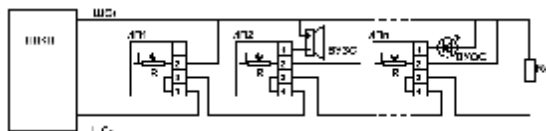

Рис. 1
6.4 Схема подключения извещателей к ППКП показана на рис.1.